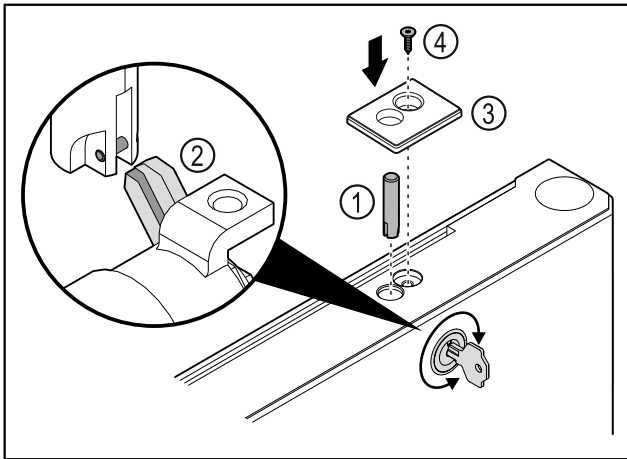

Fig. 43
- Inserire il perno della serratura Fig. 43 (1).
- Ruotare leggermente la serratura in modo che il rispettivo perno Fig. 43 (2) si innesti nella fessura della serratura.
- Inserire la copertura Fig. 43 (3).
- Inserire la vite Fig. 43 (4).